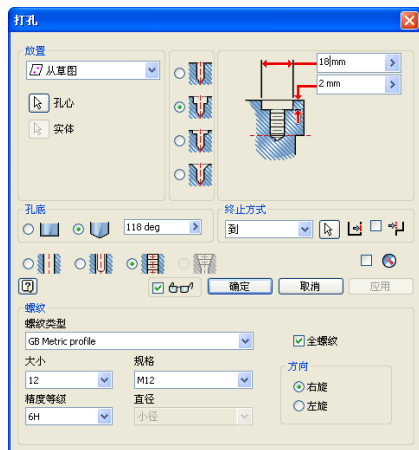

图 9-45 “打孔”对话框
⑥单击【草图】标签上的【完成草图】工具按钮，退出草图环境。单击【模型】标签栏【修改】面板上的【孔】工具按钮，打开【打孔】对话框，选择在草图中绘制的点作为打孔的孔心，具体的打孔设置如图 9-45 所示，其中，孔的类型为沉头螺纹孔，终止方式选择为【到】，